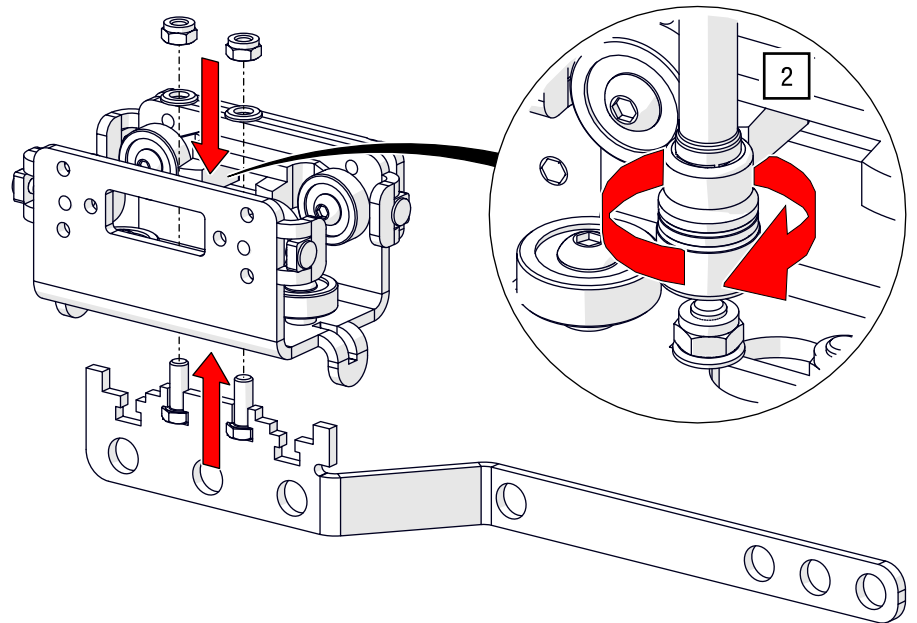

Abb. 65: Überzugbügel – Überzugbügel anschrauben
2. Schrauben Sie den Überzugbügel an den vorgesehenen Aufnahmen des Zugwagens fest (siehe Abb. 65).